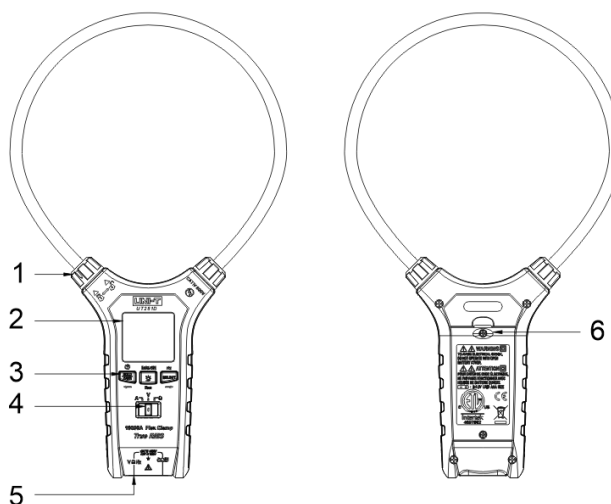

Figura 1
7. Struttura esterna (Figura 1)
3. Misurazione di continuità e resistenza (Figura 1)